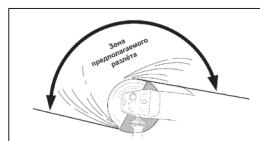

Рис.3
2. Поверните в удобное положение и зафиксируйте винтом фиксации (11).
**!** Защитный кожух необходимо устанавливать таким образом, чтобы оператор находился вне зоны предполагаемого разлета рабочего инструмента (рис.3)